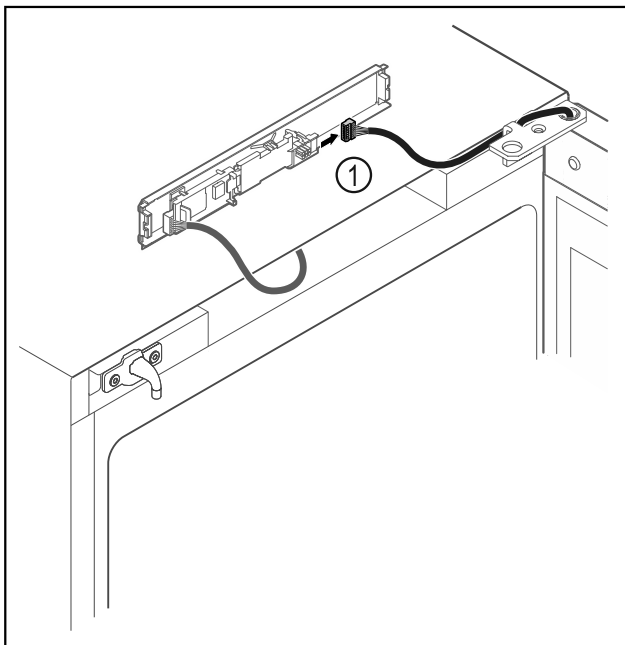

Fig. 18
- Scollegare il connettore Fig. 18 (1) dalla scheda.